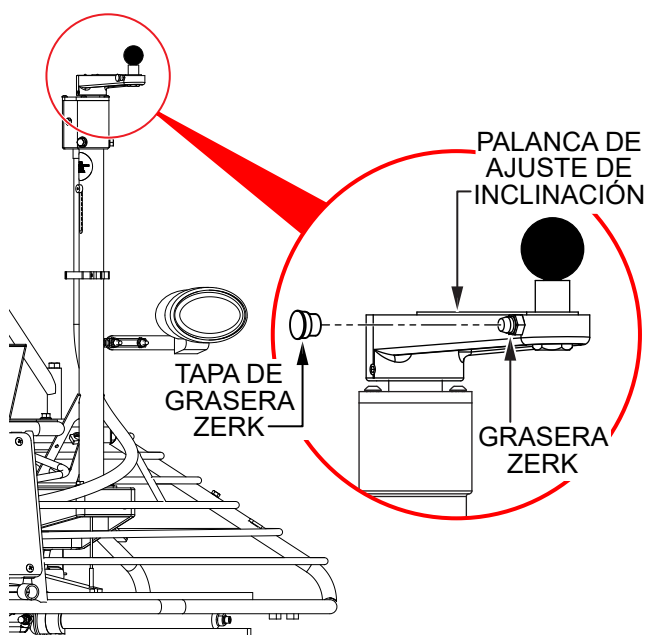

Figura 29. Lubricación de la palanca de ajuste de inclinación
1. Localice la grasa Zerk junto a la perilla de una de las palancas de ajuste de inclinación (Figura 29). Quite la tapa de la grasa Zerk y póngala a un lado.